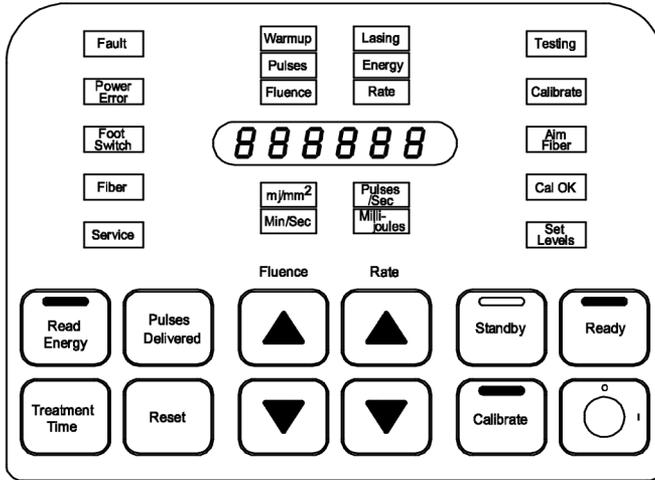

图1
2. 自检的第一部分为控制面板灯检测，届时除了待机按钮和控制面板顶部的绿色状态灯之外，所有状态按钮和辅助灯将同时亮起大约 5-7 秒。显示窗显示六个八 (8)。(图 1)